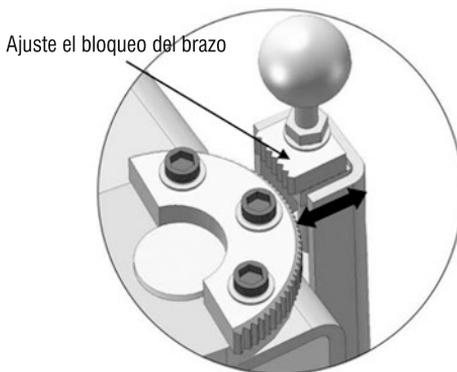

Fig. 24
3. Ajuste la cerradura del brazo como la dirección de la flecha (Vea la Fig. 24).